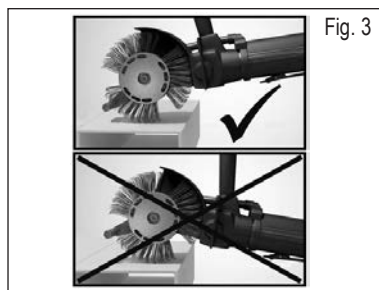

Fig. 3
8. Pentru a se obține o performanță optimă, trebuie să se conducă tija de accelerație cât mai aproape de suprafața, care se prelucrează. Atunci când distanța dintre tija de accelerație și suprafața supusă prelucrării este prea mare, performanța scade în mod pronunțat. Vezi fig. 3.